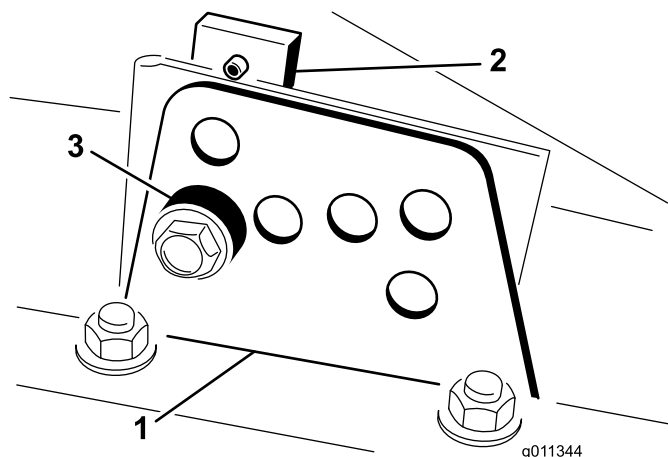

Figura 21
2. Allentate il bullone che fissa ogni staffa dell'altezza di taglio alla relativa piastra (lati anteriore e laterali), come illustrato nella Figura 21.
4. Supportate l'alloggiamento e togliete il distanziale (Figura 21).